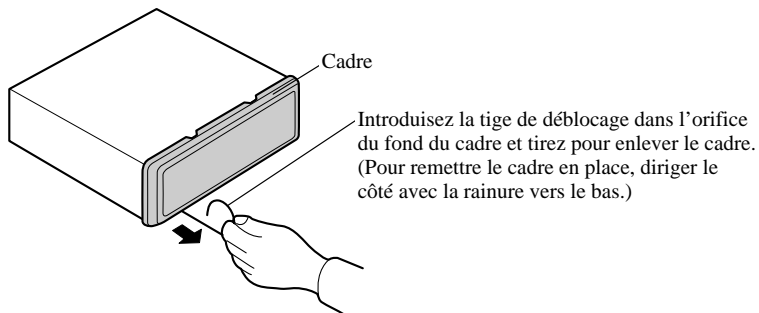

Fig. 15
1. Enlever le cadre. (Fig. 15)